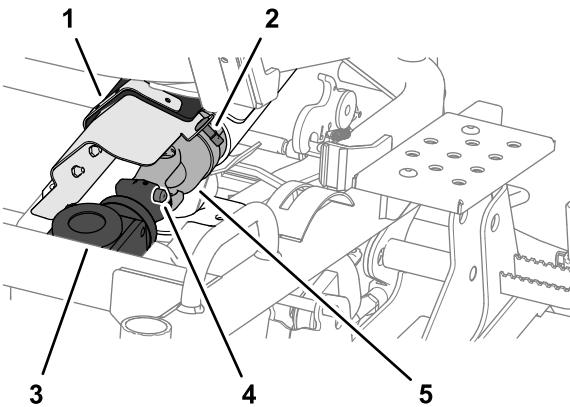

Bild 112
1. Drehen Sie die Viertelumdrehungsbefestigung und öffnen Sie die Abdeckung des Antriebsgelenks von der Riemenabdeckung (Bild 112).
2. Drücken Sie den Federstift und ziehen Sie das Ende der Antriebswelle nach hinten, um das vordere Ende der Antriebswelle vom Mähwerkgetriebe abzutrennen (Bild 112).
1. Fluchten Sie die Keile des Antriebsgelenks der Antriebswelle mit den Keilen in der Getriebekupplung aus, siehe Bild 112 in Trennen Sie die Antriebswelle vom Mähwerkgetriebe ab. (Seite 79).
2. Drücken Sie den Federstift und drücken Sie dann das Ende der Antriebswelle nach vorne, siehe Bild 112 in Trennen Sie die Antriebswelle vom Mähwerkgetriebe ab. (Seite 79).
3. Lassen Sie den Federstift los und prüfen, ob das Antriebsgelenk der Antriebswelle im Mähwerkgetriebe arriert ist, siehe Bild 112 in Trennen Sie die Antriebswelle vom Mähwerkgetriebe ab. (Seite 79).
4. Schließen Sie die Abdeckplatte des Antriebsgelenks und befestigen es mit der Viertelumdrehungsbefestigung an der Riemenabdeckung, siehe Bild 112 in Trennen Sie die Antriebswelle vom Mähwerkgetriebe ab. (Seite 79).